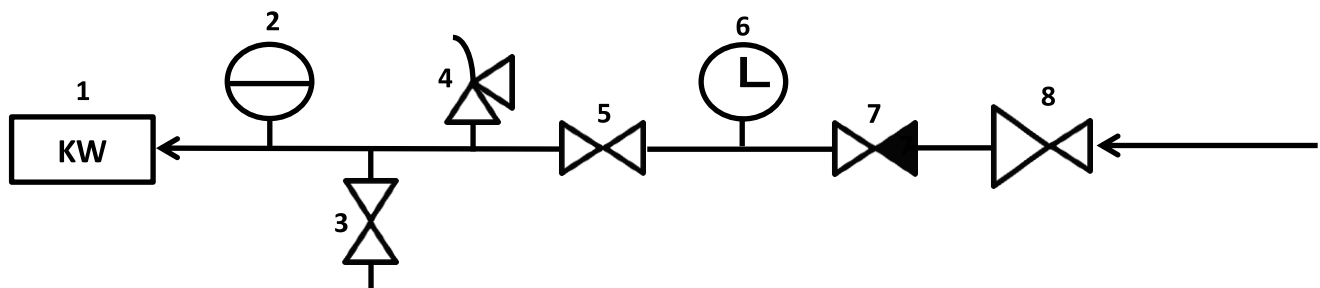

Рис.1.
**5.2** Обвязка подключения к системе водоснабжения осуществляется согласно действующим нормам (см. рис.1)